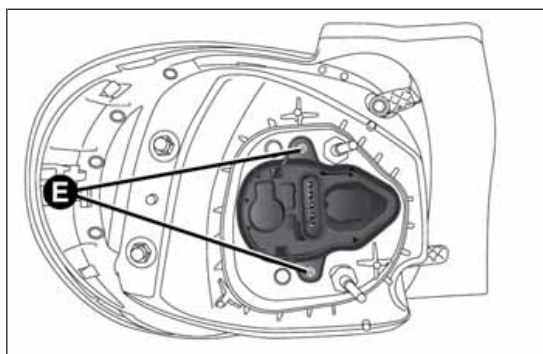

Abb. 186
- Den elektrischen Steckverbinder trennen, die Befestigungsschrauben E lösen Abb. 186 und den Lampenhalter ausbauen;